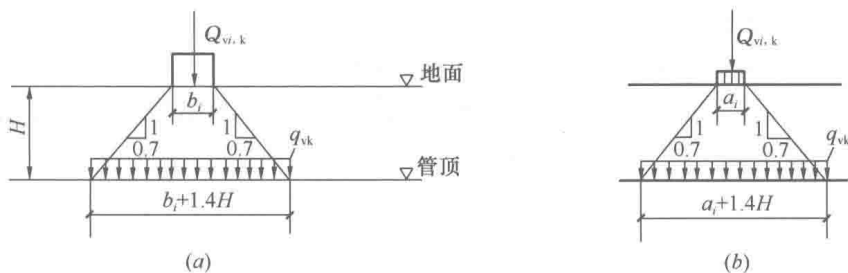

图 1-1-2 (1) 单个轮压的传递分布图
(1) 单个轮压传递到管道顶部的竖向压力标准值可按下式计算 [图 1-1-2 (1)]：